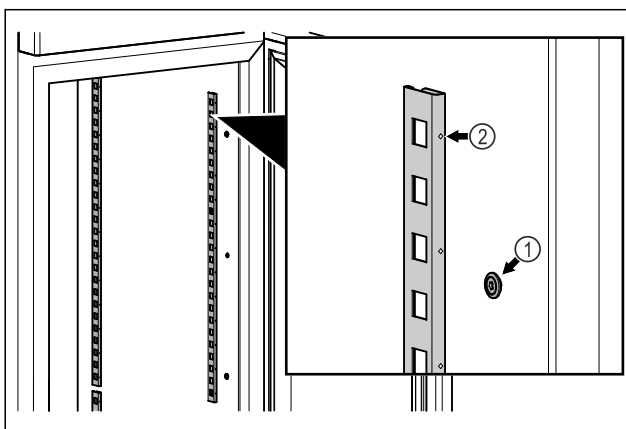

Fig. 56 Примерно изображение
- Закачете заключващите ленти в окачването Fig. 56 (1). Маркировката Fig. 56 (2) трябва да сочи напред.